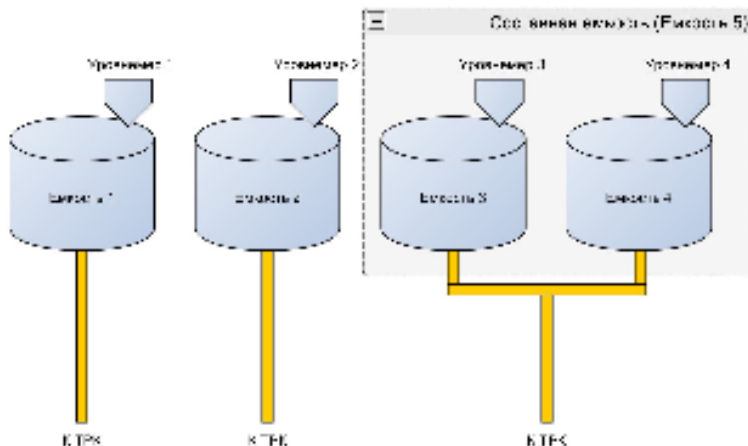

Рисунок 23
11.3 Рассмотрим пример настройки конфигурации из четырех емкостей (рисунок 23), из которых две последние емкости подключаются к одному трубопроводу и являются составной емкостью.